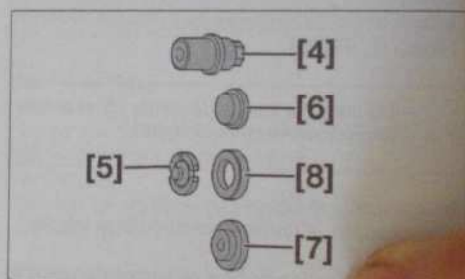

Fig. 33
- [4]. Écrou (réf : 0621.D) (Fig.33).